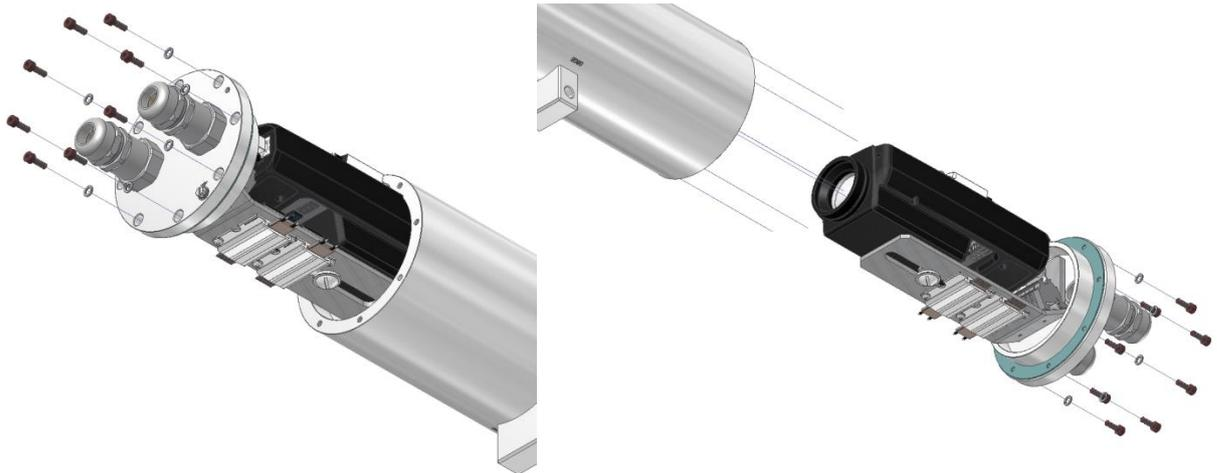

Abb.5.12 – Öffnen der RoughCam IPxxx...
Zum Öffnen des Edelstahlgehäuses (T11 VA2.1.x.x) der RoughCam IPM1145-(L) müssen die acht Innensechskant Zylinderkopfschrauben (DIN 912/ ISO 4762) mit zugehörigen Federringen (DIN 127 A) rückseitig am Kabel- und Zuleitungsflansch gelöst werden (siehe Abb.5.12). Vorsicht vor Haut- und Kleidungskontakt mit den Gewinden. Dort befindet sich LOCTITE® 243™ (chemische Basis: Dimethacrylatester) zum Schutze selbstständiger Lockerung der Schraubverbindung durch Stöße, Vibrationen und zu Dichtungszwecken.